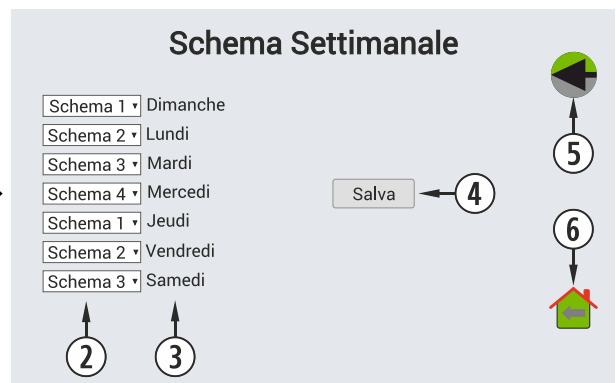

Figura 51
①	Schemi 1 - 7.
②	Ritorno allo schermo precedente.
③	Applicare il cambiamento sulle programmazioni precedenti.
④	Ritorno alla schermo principale.
Per accedere alla programmazione settimanale dobbiamo premere la sua icona (figura 19) e accederemo allo schermo di programmazione. In essa dobbiamo indicare in ogni giorno della settimana che modello vogliamo utilizzare, **salvare** la programmazione e successivamente abilitare la programmazione tale e come viene indicato nel punto ④ della figura 51.